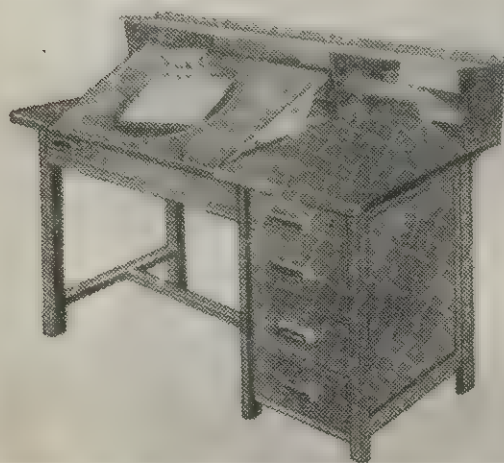

Рис. 132. Мультипликационный стол
12. На основе просмотра проб движения на экране и предложений режиссера художники мультипликаторы исправляют сцены и черновые фазы движения. Они выполняют рисунки на листах прозрачного пергамента стандартного размера, имеющих три отверстия сверху и два с левой стороны. Отверстия служат для укрепления рисунков на стандартных металлических штифтах мультипликационного стола (рис. 132).